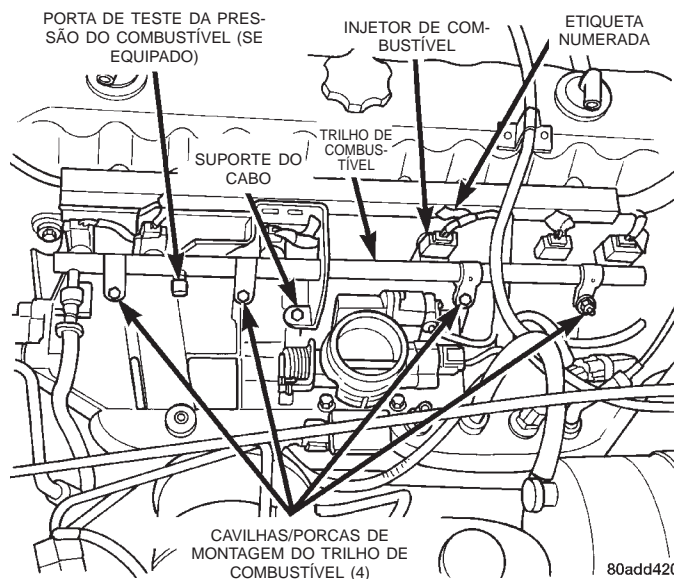

Fig. 31 Montagem do Trilho de Combustível—Motor 4.0L
(1) Retire a tampa do tubo de abastecimento do reservatório de combustível.
(2) Execute o "Procedimento de Liberação da Pressão do Sistema de Combustível", conforme descrito neste grupo.
(3) Desconecte o cabo negativo da bateria.
(4) Retire o tubo de ar na parte superior da carcaça do estrangulador. Observação: Alguns motores/veículos podem requerer a retirada dos dutos do filtro de ar na carcaça do estrangulador.
(5) Retire os conectores elétricos do chicote de fiação dos injetores em cada injetor. Cada conector dos injetores deverá ter uma etiqueta numerada, identificando seu cilindro correspondente (Fig. 31). Caso contrário, identifique cada conector antes da retirada.
(6) Desconecte o prendedor de lingüeta da linha de alimentação do combustível e a linha de combustível do trilho de combustível. Consulte "Encaixes de Conexão Rápida", neste grupo, para obter informações sobre os procedimentos.
(7) Desconecte o cabo do estrangulador da carcaça do estrangulador. Consulte "Remoção/Instalação do Cabo da Válvula", neste grupo, para obter informações sobre os procedimentos.
(8) Desconecte o cabo de controle de velocidade da carcaça do estrangulador (se equipado). Consulte "Cabo de Controle de Velocidade", no Grupo 8H, "Sistema de Controle de Velocidade", para obter informações sobre os procedimentos.
(9) Desconecte o cabo da transmissão automática da carcaça do estrangulador (se equipado).
(10) Retire o suporte de encaminhamento (Fig. 31) do tubo de admissão.
(11) Retire a porca que prende o chicote de fiação enroscada do sensor da posição do eixo de manivelas do pino prendedor do trilho de combustível. Retire a braçadeira e o chicote de fiação do pino prendedor do trilho de combustível.
(12) Limpe a sujeira/detrito de todos os injetores de combustível no tubo de admissão.
(13) Retire as cavilhas/porcas de montagem do trilho de combustível (Fig. 31).
(14) Retire o trilho de combustível girando cuidadosamente até que os injetores de combustível estejam fora do tubo de admissão.